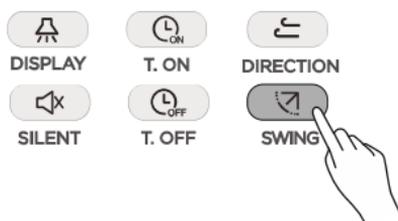

Abb. 3.10
- 1) Drücken Sie  (siehe Abb. 3.10) bei eingeschaltetem Gerät. Die Funktion der zyklischen Luftablenkung wird gestartet, es erscheint die Anzeige , und ein Signal wird zur Inneneinheit gesendet.